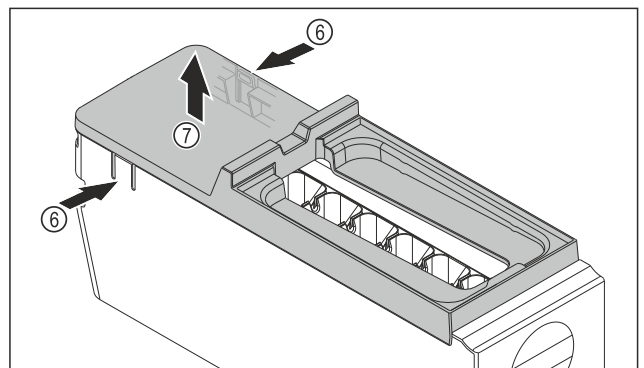

Fig. 243
- Rimuovere la copertura del corpo dell'EasyTwist-Ice: Con una mano, premere le linguette Fig. 243 (6) su entrambi i lati del corpo dell'EasyTwist-Ice.
- Con l'altra mano, estrarre verso l'alto la copertura Fig. 243 (7).